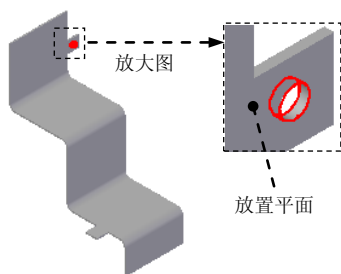
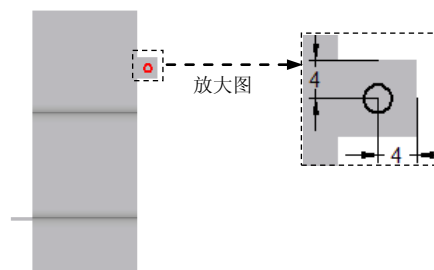

图 5.8.47 孔特征 1
图 5.8.48 定义孔的位置
(3) 单击命令条中的 **完成** 按钮, 完成特征的创建。
Step5. 创建图 5.8.47 所示的孔特征 1。
(1) 选择命令。单击“主页”功能选项卡中“钣金”工具栏中的“打孔”按钮
(2) 定义孔的参数。单击 按钮, 在“孔选项”对话框 **类型(T):** 下拉列表中选择 **简单孔** 选项, 在 **单位(U):** 下拉列表中选择 **毫米** 选项, 在 **直径(D):** 文本框中输入值 3, 在 **延伸** 区域选择延伸类型为 (全部穿透); 单击 **确定** 按钮, 完成孔参数的设置。
(3) 定义孔的放置面。选取图 5.8.47 所示的模型表面为孔的放置面, 放置孔并定义孔的位置如图 5.8.48 所示, 退出草图绘制环境。